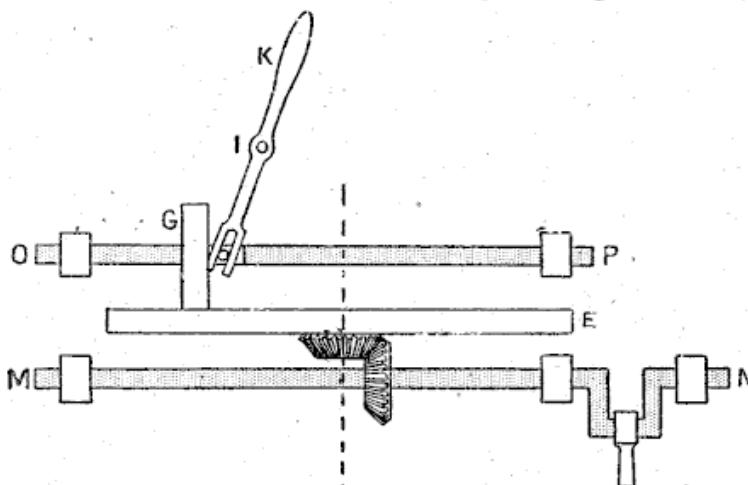

Fig. 42
**PLATEAU.** — La transmission par plateau, dont la figure 42 donne un dispositif, est une des plus simples, mais aussi, à cause de ses difficultés, une des moins employées.